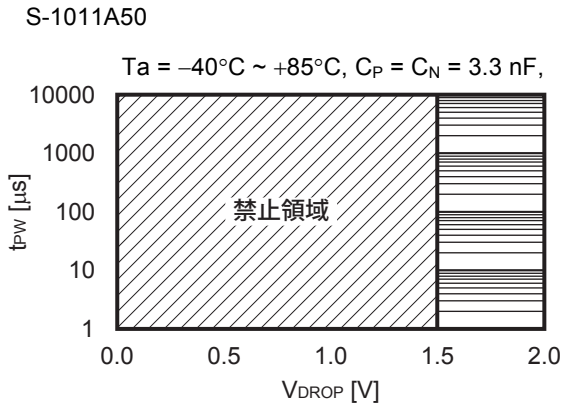
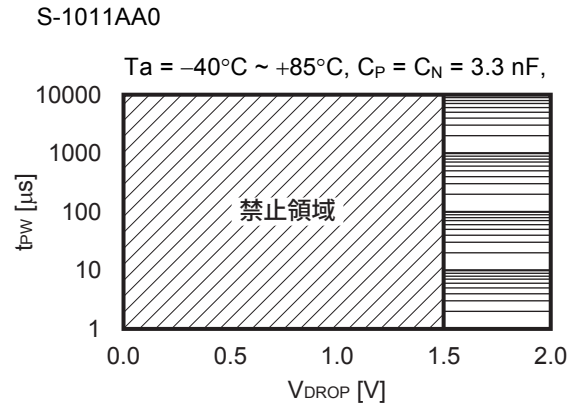

図40
図41
解除遅延時間中、V_{DD}端子 (V_{DD}検出品) が瞬間的に検出電圧 (-V_{DET}) 以下まで低下し、再度解除電圧 (+V_{DET}) 以上となったとき、正常な解除遅延時間経過後に解除信号が出力されるパルス幅 (t_{PW}) とV_{DD}下限値 (V_{DROP}) との関係を図40、図41に示します。
- 注意 1. 図40、図41は、正常な解除遅延時間経過後に解除信号が出力される入力電圧条件を示しています。禁止領域となった場合、遅延時間完了前に誤って解除されることがあります。
2. 解除遅延時間中にV_{DD}端子電圧が図40、図41に示した禁止領域となった場合、一度V_{DD}端子に0 Vを入力し、S-1011シリーズを再起動してください。